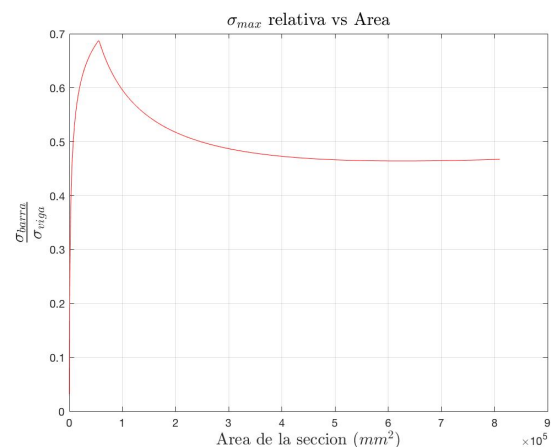

Figura 3: Cociente entre las tensiones máximas de cada modelo para cada sección
La *Figura 3* muestra el cociente entre las tensiones máximas de la estructura, modelándola con vigas o barras, en función de la sección de los elementos.
- Se considera que el máximo alcanzado por la curva de la Figura 3 es consecuencia de que el lado de los elementos alcanza un valor en el que se pierde completamente la validez de la teoría de Euler-Bernoulli para vigas *esbeltas*.